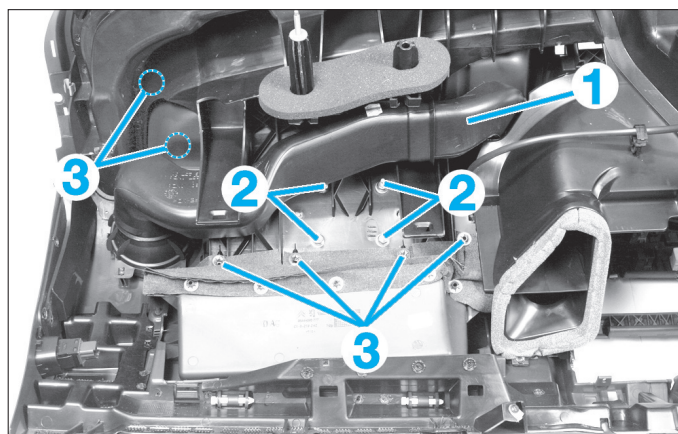

FIG. 7
- Déposer le conduit d'air (1) appartenant au module (Fig.7).
- Déposer les quatre écrous (2).
- Dégrafer l'ensemble des points (3) du couvercle du module.